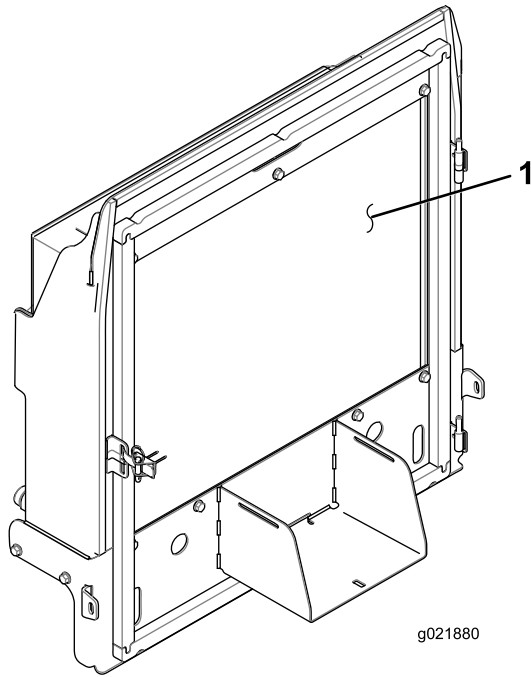

Bild 85
- Reinigen Sie beide Seiten des Kühlers bzw. Ölkühlers gründlich mit Druckluft (Bild 85).